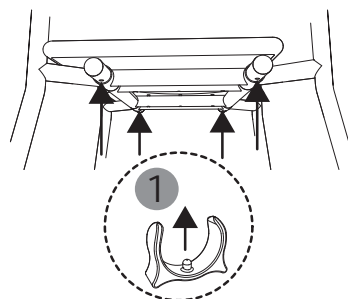

fig. 14
5. Indstiksørerne skal drejes, så åbningerne peger opad/nedad. De fire fastgørelsesclips indsættes fra nedefra (1, fig. 14).